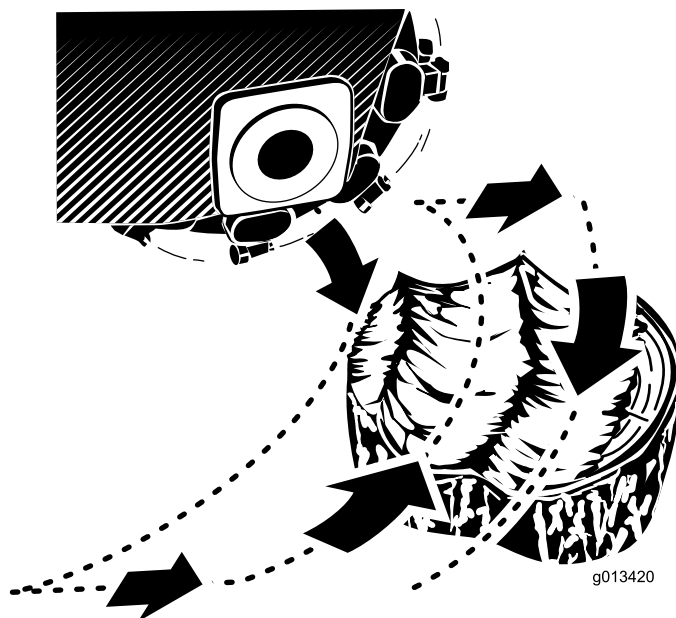

Figure 22
2. Utilisez le levier de commande de la dessoucheuse et la commande de déplacement pour positionner la dessoucheuse sur le côté à l'avant de la souche, à environ 2,5 cm (1 po) sous la surface (Figure 22).
4. Utilisez le levier de commande pour passer la dessoucheuse lentement sur la souche et enlever une largeur de copeaux (Figure 22).
5. Avancez la machine de quelques centimètres et répétez l'opération 4 (Figure 22).
6. Répétez les opérations 4 à 5 jusqu'à ce que la face entière de la souche soit complètement rabotée (Figure 22).